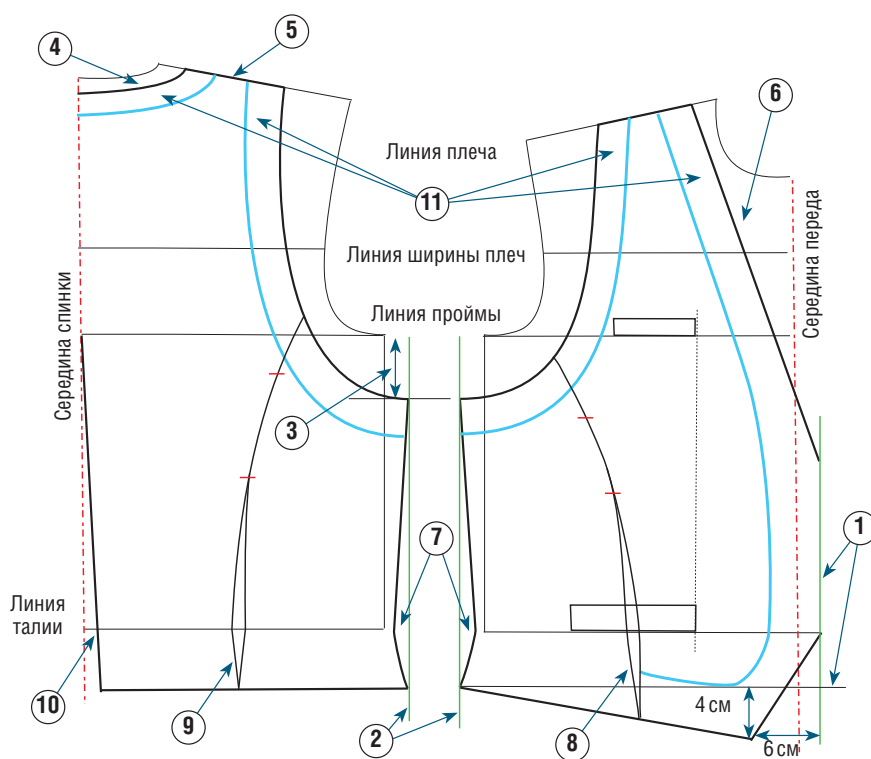

Рис. 1
- ① Определите ширину полузаноса: обычно его край располагается на расстоянии 2–3 см от середины переда. Для этого на указанном расстоянии проведите параллель к середине переда (на рис. 1 обозначена зеленой линией). Удлините жилет примерно на 7 см, проведя параллель к линии талии. Заострите нижний угол полочки. Вершина угла должна отстоять от края полузаноса на 6 см и опускаться на 3–4 см ниже нижней линии жилета. Начертите новую линию низа полочки, обозначив ее в виде прямой или слегка закругленной линии, доходящей до боковой линии.
- ② По обхвату груди добавьте 10 см на свободное облегание: отметьте 2,5 см от боковой линии ($10 : 4 = 2,5$ см), затем начертите параллели (на рисунке они отмечены зелеными линиями).
- ③ Увеличьте глубину проймы примерно на 8 см, после чего начертите короткую горизонталь, параллельную линии проймы.
- ④ Опустите горловину спинки на 2 см и продлите на 3 см, отложив нужную мерку по длине плеча.
- ⑤ От этой точки определите длину плеча (7–10 см в зависимости от размера будущего изделия и особенностей телосложения). Снова начертите кривую проймы спинки между крайней точкой длины плеча и пересечением новой линии проймы с измененной боковой линией.
- ⑥ Определите глубину выреза, которая зависит от индивидуальных предпочтений (здесь вырез заканчивается на уровне груди), и, учтя расширение горловины (3 см, как и по спинке), прямой линией соедините обозначенную точку с длиной плеча. Отложите ту же длину плеча, что и на спинке, после чего начертите кривую проймы.
- ⑩ Сделайте вытачку на середине спинки с шириной раствора 1,5 см, доведя ее по высоте до линии проймы.
- ⑪ Начертите параллели к краям горловины спинки, пройм и переда, обозначив обтачку и подборт шириной примерно 3–5 см (на рис. 1 отмечены голубыми линиями). По краю подборта полочки закруглите углы – это облегчит процесс сборки изделия. Внимание: у этой модели с вертикальными рельефами обтачка пройм позволяет не накладывать соединительные швы рельефов на швы проймы, не допуская тем самым утолщения ткани по линии края.